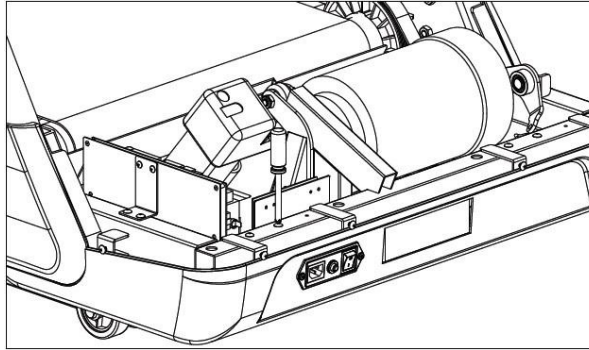

Abb. 6.4.1
2) Entfernen Sie das Stromkabel mit einem Schraubendreher (siehe Abb.6.4.1)